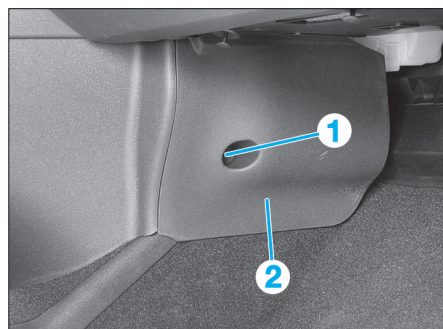

Fig. 7
- les vis (1) des garnitures latérales droit et gauche (Fig.7),